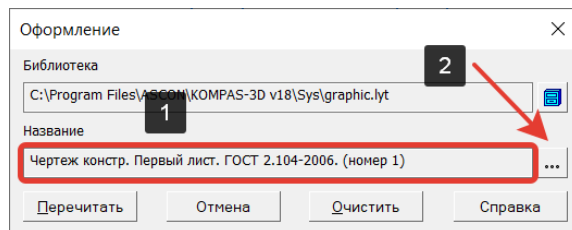

Рисунок 196 – окно выбора названия листа оформления
В строке Название (1) отображается название оформления, присвоенного листу. Чтобы назначить другое оформление необходимо нажать на кнопку справа (2) (Рисунок 196).